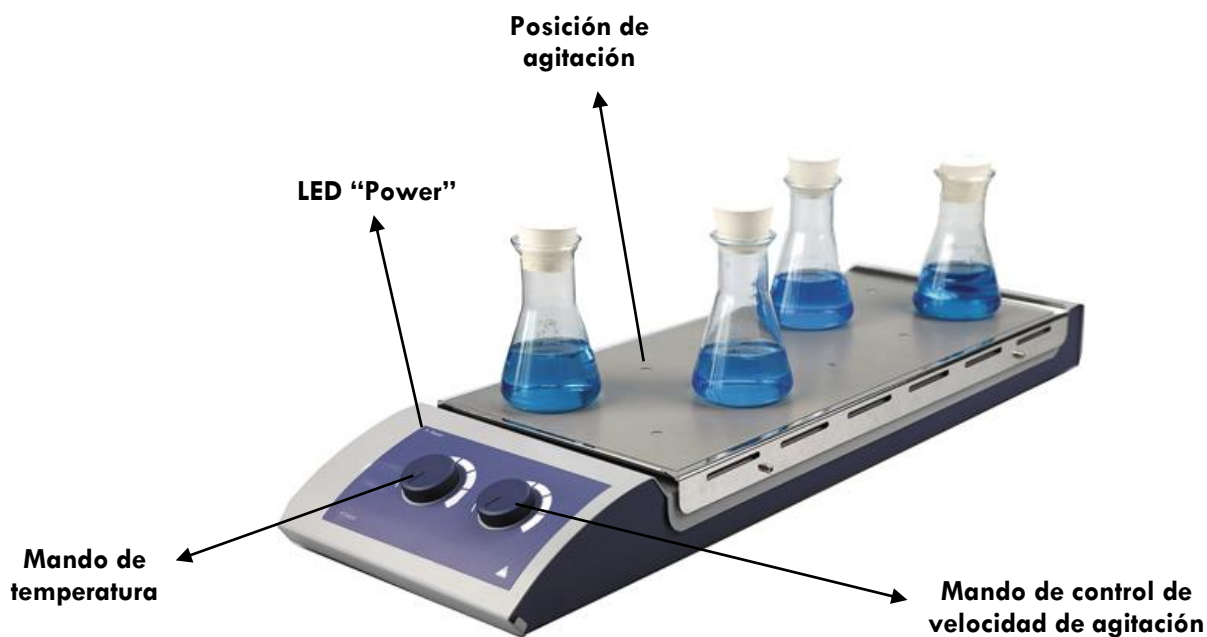

Figura 2
- Situar el recipiente sobre la placa de trabajo y encima de la posición correcta de agitación (ver figura 2).